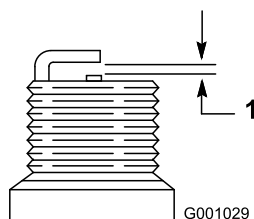

Bild 46
- Stellen Sie den Abstand der Elektroden an der neuen Zündkerze auf 0,76 mm (Bild 46).